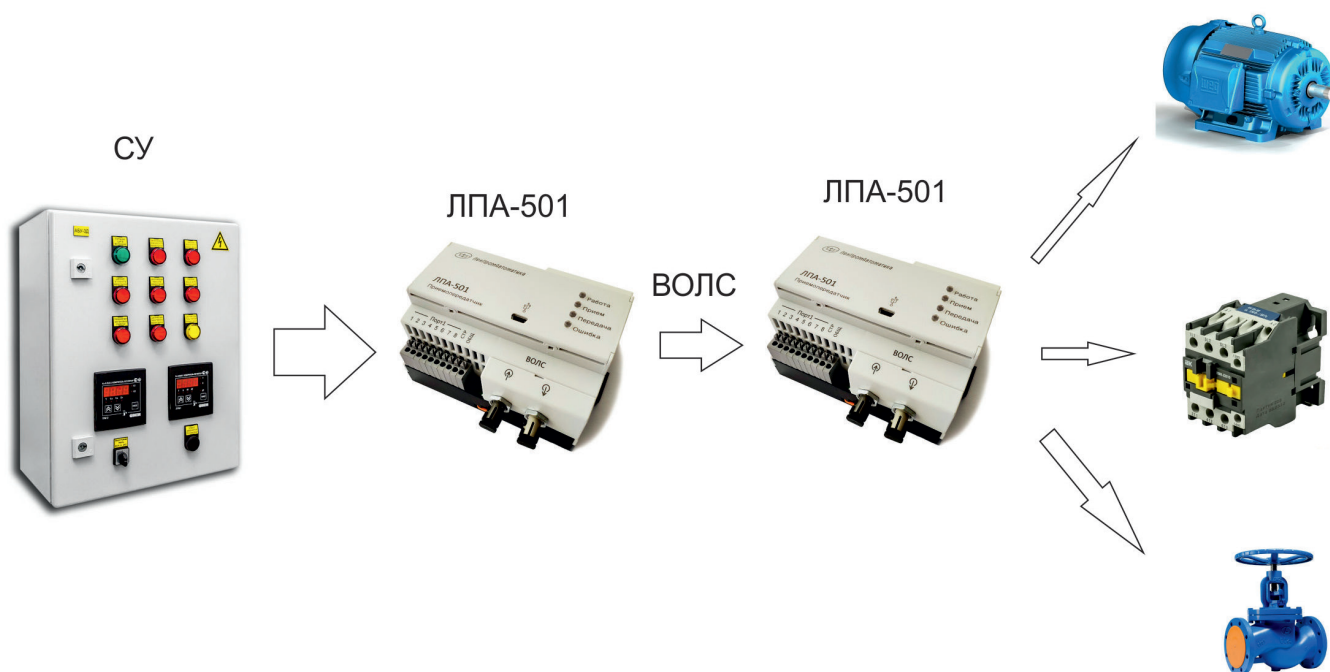

Рис. 6. Удаленное управление
► **удаленное управление** (рис. 6).